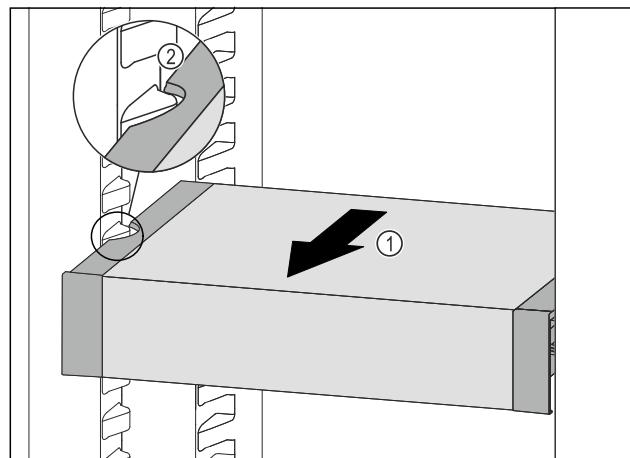

Fig. 105
- VarioSafe nach vorne ziehen Fig. 105 (1), bis sich die seitlichen Aussparungen des VarioSafes auf Höhe der Behälterippe im Kühlteil befinden. Fig. 105 (2)